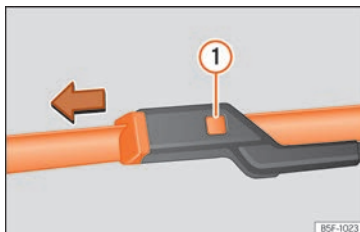

Abb. 48 Scheibenwischerblätter vorne auswechseln.
- Entriegelungstaste » Abb. 48 ① gedrückt halten und gleichzeitig das Scheibenwischerblatt in Pfeilrichtung abziehen. »